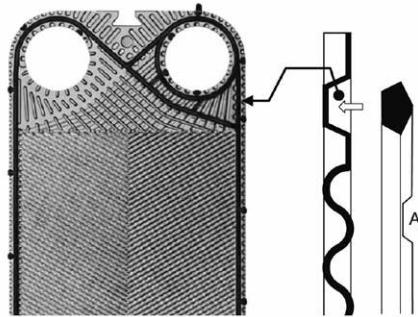
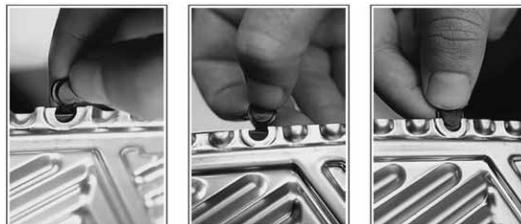

Fig.6
Fig. 7
- Fije las juntas a las placas (Fig. 6), preste atención a que los canales detectores de fugas de fluido, para recoger las fugas de fluido "A", estén orientadas hacia arriba, procurando colocar correctamente los Plug-In en sus ubicaciones (Fig. 7). Compruebe que la junta esté correctamente colocada en la ranura y gire la placa para comprobar que todos los Plug-In® estén